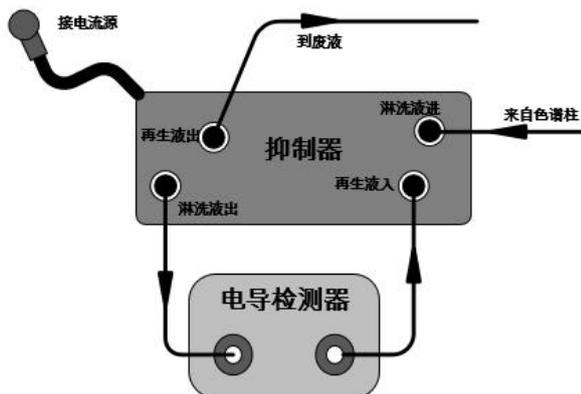
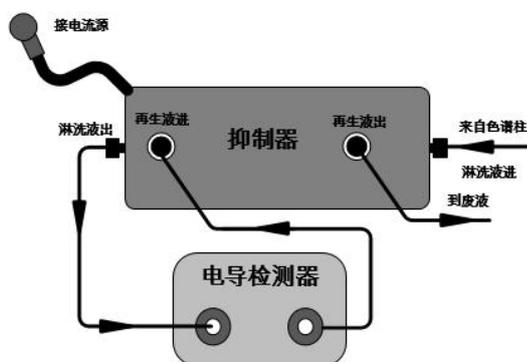

图 6.7 EARS(A)-1 抑制器流路连接图
图 6.8 WAS-02 Carbonate 抑制器流路连接图
流路从色谱柱出口流入抑制器进口，从抑制器出口流出进入电导池入口，经电导池出口流入抑制器的再生液入口，再经再生液出口排到废液。皖仪科技共提供两种类型的阴离子抑制器和一种类型的阳离子抑制器，其中氢氧化根的阴离子抑制器 WAS-01 和阳离子抑制器 WCS-01 的管路连接见图 6.7，碳酸根阴离子抑制器 EARS (A)-1 及 WAS-02 Carbonate 抑制器的连接管路图见图 6.8 和图 6.9，其中 WAS-02 Carbonate 抑制器为并联流路抑制器。